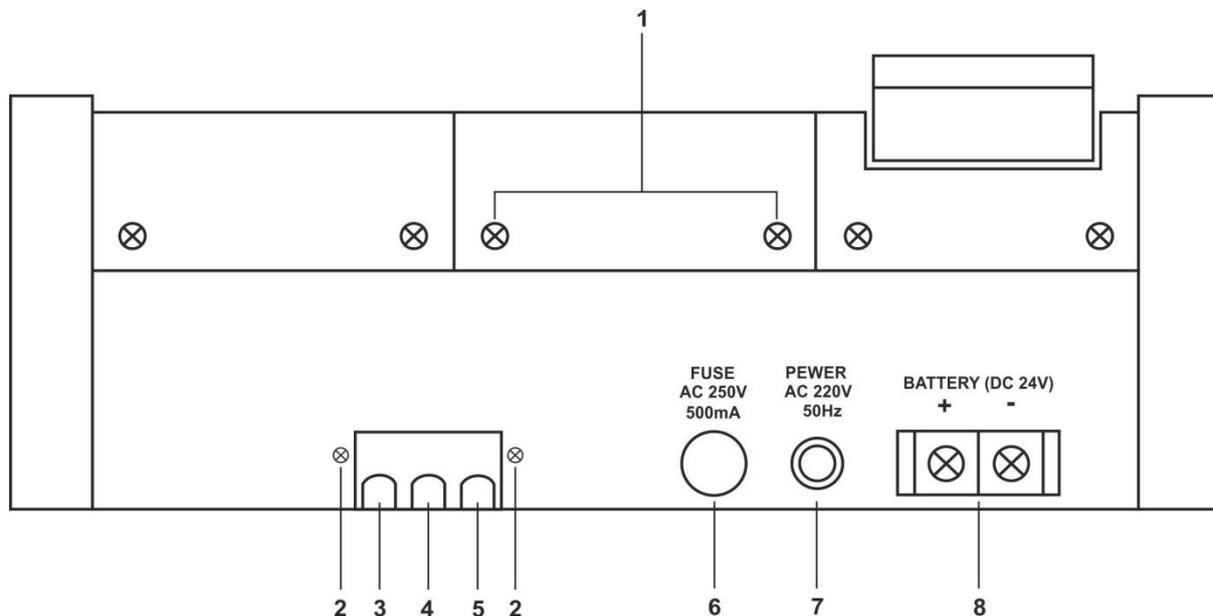

Рисунок 2. Внешний вид задней стороны корпуса пультов громкой связи
На рис.2 приведен внешний вид задней стороны корпуса пультов громкой связи.
1. Отвернуть 2 винта **(1)** (рис.2) на задней стороне корпуса пульта громкой связи и поднять вверх открученную часть верхней поверхности корпуса пульта громкой связи.
2. Отогнуть снизу пластиковую вставку и пропустить через ее выходное отверстие **(4)** (рис.2) кабель с 4-х контактным разъемом, подсоединенный к радиопередатчику MP-811S1.
1. Отвернуть 4 винта **(1)** (рис.2) на задней стороне корпуса пульта громкой связи и поднять вверх открученную часть верхней поверхности корпуса пульта громкой связи.